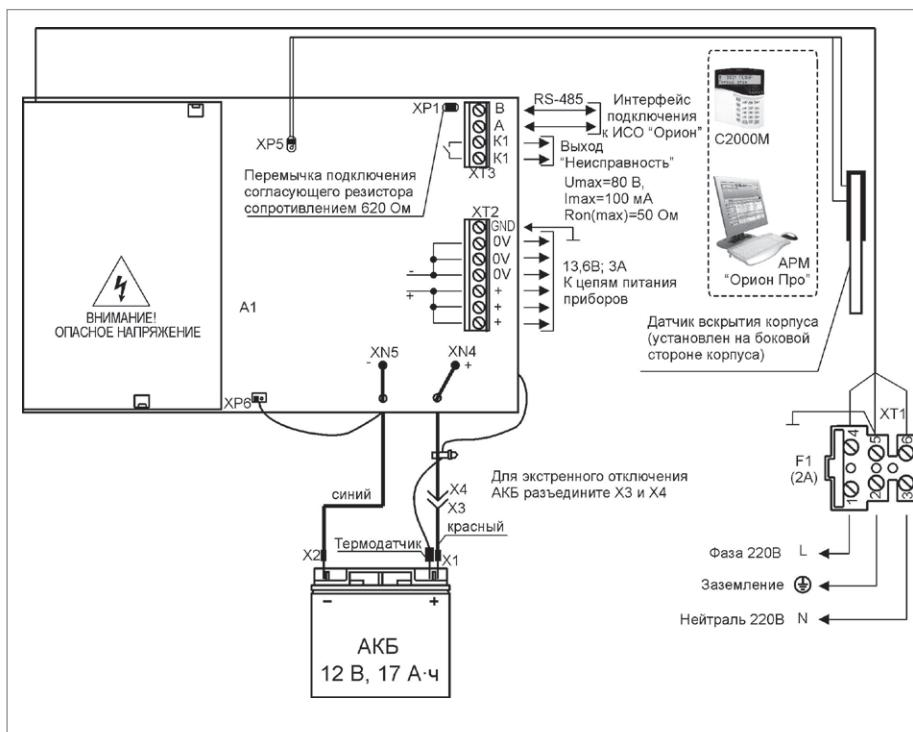

Рисунок 2.
2.6. Схемы подключения РИП-12 RS и РИП-12 исп.51 (РИП-12-3/17-P-RS) приведены на рис. 2 и 3 соответственно.
2.17. Проверьте правильность произведённого монтажа в соответствии со схемой подключения (Рис. 2 и 3).
- 2.27. Отключите АКБ от платы РИП, отсоединив контакты X1, X2 от клемм АКБ (см. рис. 2 и 3).